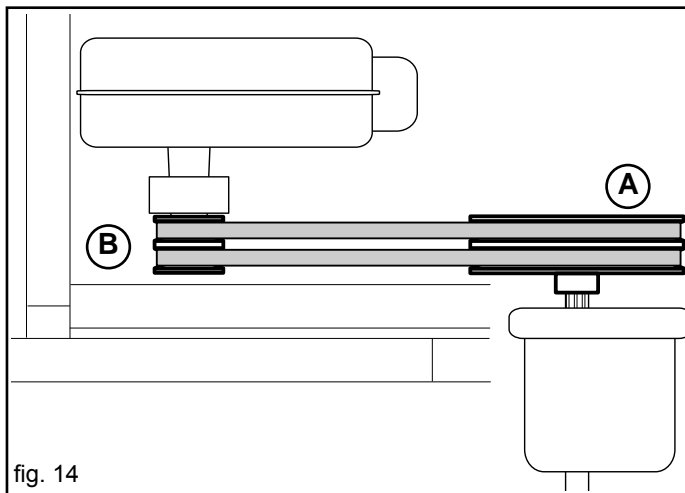

fig. 14
- 1) Le cinghie vanno inserite fra la puleggia montata sulla presa di potenza posteriore dell'erpice (A, Fig. 14) e quella con l'innesto centrifugo della soffiante (B, Fig. 14).